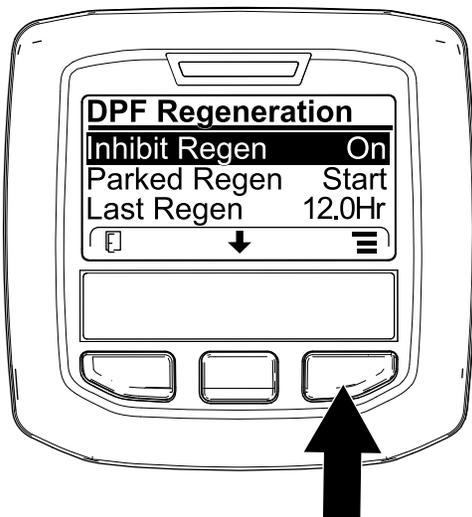
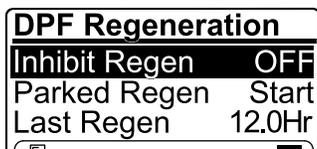

图13
图14
1. 访问 DPF Regeneration (DPF 再生) 菜单，按中间按钮向下滚动至 INHIBIT REGEN (禁止再生) 选项，然后按右侧按钮选择 Inhibit Regen (禁止再生) 条目 (图13)。
2. 按右侧按钮，将禁止再生设置从 On (打开) 更改为 Off (关闭) (图13)，或从 Off (关闭) 更改为 On (打开) (图14)。